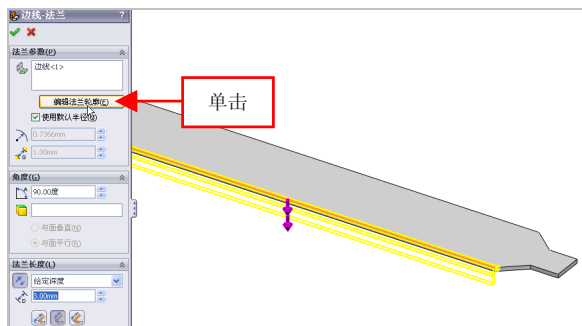

图 13-10 单击【编辑法兰轮廓】按钮
(5) 在【边线-法兰】属性管理器中，单击【编辑法兰轮廓】按钮，如图 13-10 所示。